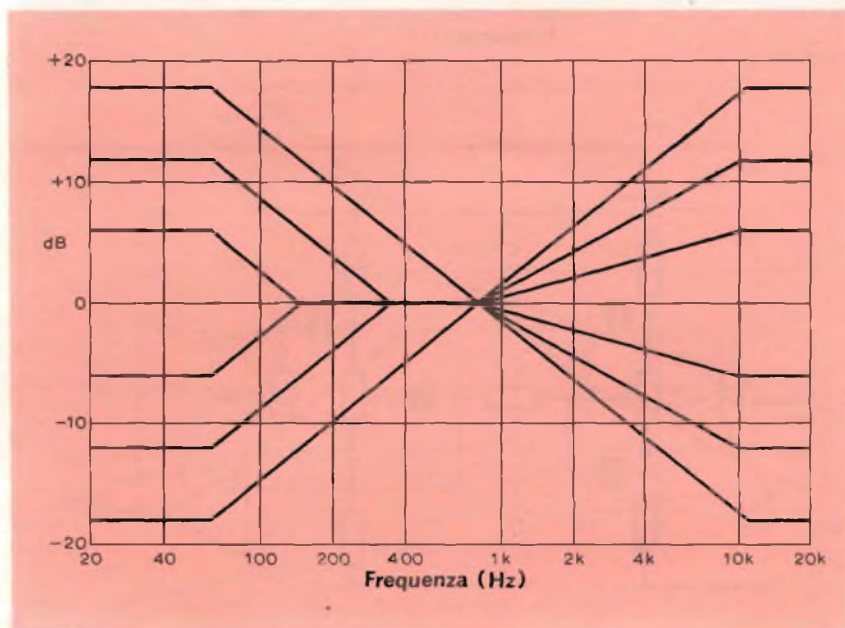

Fig. 1 - Tipica risposta in frequenza di un controllo di tono Baxandall classico.
**L'** articolo descrive una modifica al circuito Baxandall classico, che ne aumenta le prestazioni pur mantenendo quasi inalterata la semplicità. Il circuito classico presenta lo svantaggio fondamentale degli effetti maggiori agli estremi della gamma audio. (fig. 1).
Per esempio: se è richiesta una amplificazione di 6 dB a 4 kHz si deve contemporaneamente ammettere una amplificazione di 18 dB a 16 kHz. Inoltre la frequenza d'intervento del controllo sui toni bassi dipende dalla posizione del potenziometro stesso, mentre ciò non avviene per i toni alti. Questo effetto è visibile nel grafico di fig. 1 e le ragioni a cui è dovuto possono essere capite esaminando la fig. 2, che mostra lo schema del circuito classico.